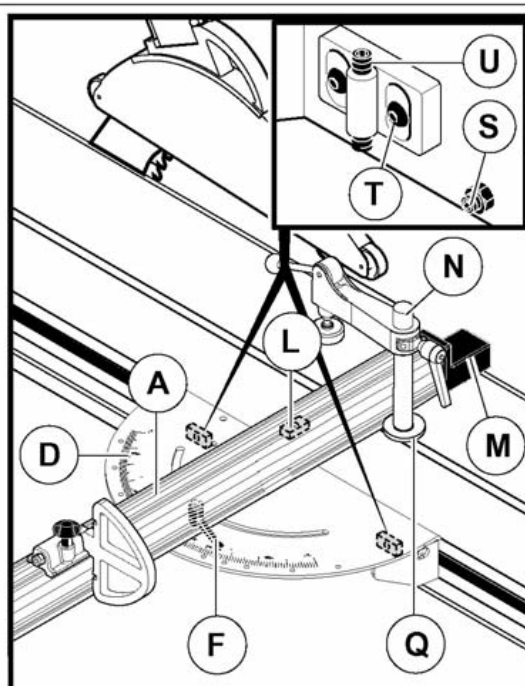

Fig. 4.3-30-1
- 1) För in stödet (N fig. 4.3-30-1) med pressen (E fig. 4.3-30-1) i vagnens (C fig. 4.3-30-1) spår.
- 2) Montera linjalen (A fig. 4.3-30-1) och för in styrlisten (R fig. 4.3-30-1) i spåret på vagnen (C fig. 4.3-30-1).
- 3) Dra åt spakarna (G fig. 4.3-30-1).
- 4) Lossa handtaget (F fig. 4.3-30-1).
- 5) Placera linjalen vid korrekt avstånd från sågklingan; i position vid 90° ska linjalen föras till stoppläge mot styrlisten (L fig. 4.3-30-1); styrlisten (L fig. 4.3-30-1) ställs in av våra tekniker och används för att snabbt placera linjalen vid korrekt avstånd från sågklingan.
- 6) För att utföra vinkelskärningar ska man rotera linjalen (A fig. 4.3-30-1) och kontrollera på skalan (D fig. 4.3-30-1).
- 7) Blockera genom att dra åt handtaget (F fig. 4.3-30-1).
- 8) Placera pressen mot linjalen och kontrollera att rundbrickan (Q fig. 4.3-30-1) förs in i spåret.
- 9) Vrid stödet (N fig. 4.3-30-1) medurs för att blockera det.
- lossa spaken (G fig. 4.3-30-1);
- skruva på stiften (S fig. 4.3-30-1) för att justera parallellinställning till vagnen;
- lossa skruvarna (T fig. 4.3-30-1) och skruva på stiften (U fig. 4.3-30-1) för att justera positionen i höjded.
När splitterskyddet (M fig. 4.3-30-1) slits ut ska man föra det närmre sågklingnan genom att skruva på låsskruvarna.